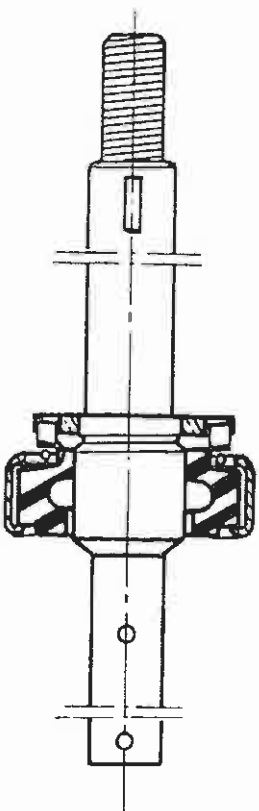

Fig. B 29
- Enfiler le joint d'étanchéité sur l'axe de la pompe, les ergots en tôle (1 fig. B 29) doivent s'engager dans leur logement sur l'axe :
- Slip the seal in place on the pump shaft (the lugs must take their place in their cavity on the shaft) (1 fig. B 29) :